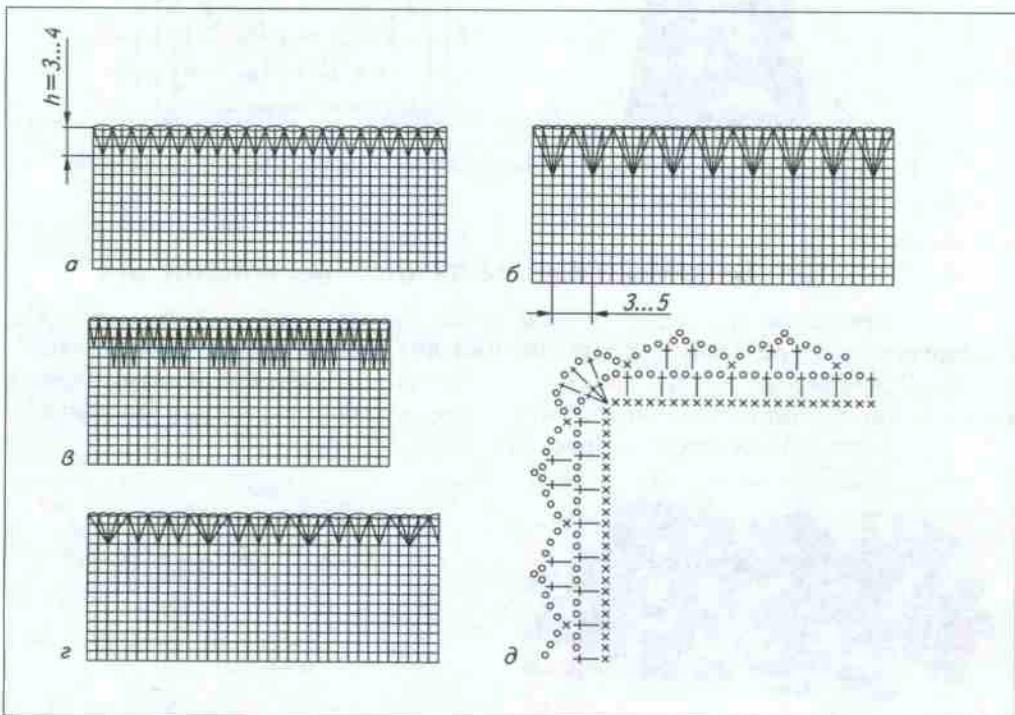

Рис. 86. Способы обвязки ровного края
1. Равномерное расположение одинаковых по высоте столбиков (рис. 86, а).
2. Сгруппированные по 3 вместе столбики из одной точки прокола (рис. 86, б).
3. Обвязывание столбиками различной длины (рис. 86, в).
4. Сочетание равномерного расположения столбиков и группы столбиков из одной точки прокола (см. рис. 86, г).
Начальный ряд столбиков рекомендуется выполнять с уголка изделия. По окончании начального ряда нитку обрывают и начинают первый ряд кружев с места, обозначенного на выбранной схеме стрелкой (рис. 86, д).